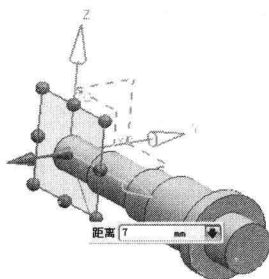
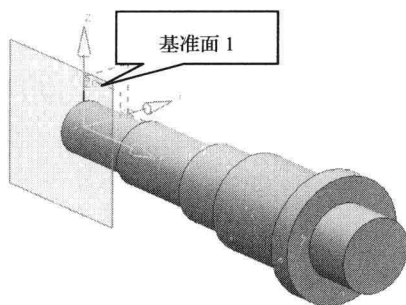

图1-18 “基准平面”对话框设置
图1-19 基准面1
① 在“类型”下拉列表中选择“XC-ZC 平面”选项，单击“反向”按钮，设置距离值为 7，如图 1-18 所示，生成的基准面为图 1-19 中所示的基准面 1。